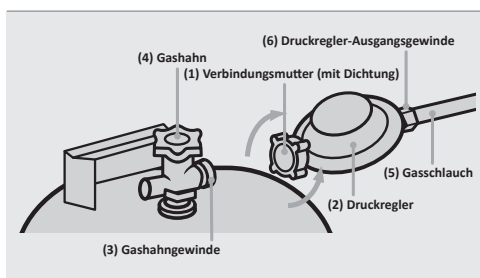

Abb.1: Montage des Druckreglers
2. Verbinden Sie den Druckregler mit der Gasflasche, indem Sie die Verbindungsmutter (1) des Druckreglers (2) durch Linksdrehung (von Hand) auf das Gashahngewinde (3) schrauben (siehe Abb. 1).
4. Verbinden Sie den Druckregler mit der Gasflasche, indem Sie die Verbindungsmutter (siehe Abb. 1, Nr. 1) des Druckreglers (siehe Abb. 1, Nr. 2) durch Linksdrehung (von Hand) auf das Gashahngewinde (siehe Abb.1, Nr. 3) schrauben (siehe Abb. 1).